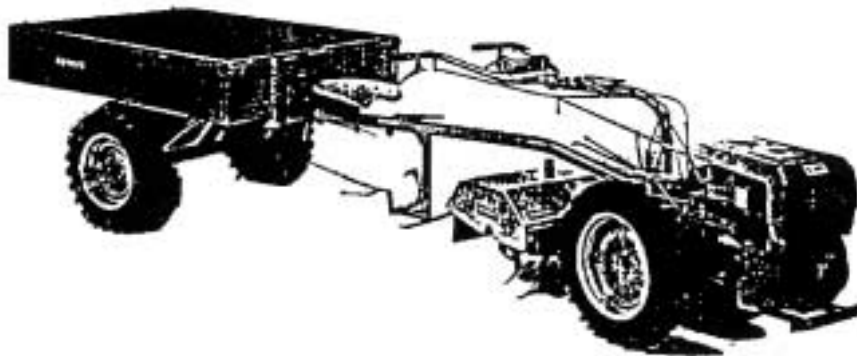

FIG. 64 Motocultores con remolque simple* (sin tracción del remolque).
- Casi la totalidad de los motocultores concebidos para labores de campo, mantiene el manillar o la palanca de accionamiento del arado, cuando no es necesario **FIG. 64** y **FIG. 65**.